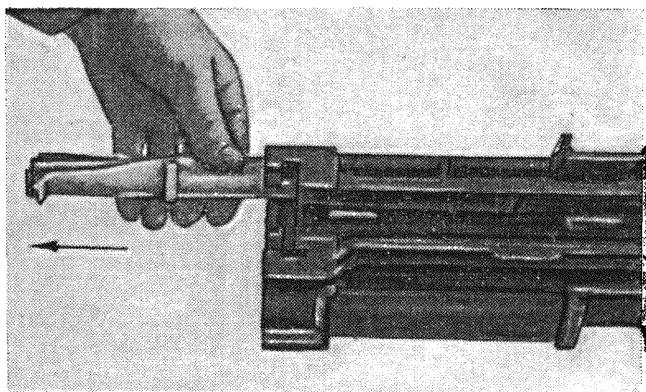

Рис. 65
13. Вынуть трубку правой подачи из коробки, для чего ведущий гребень трубки правой подачи совместить с продольным пазом коробки и отвести трубку назад (рис. 65).